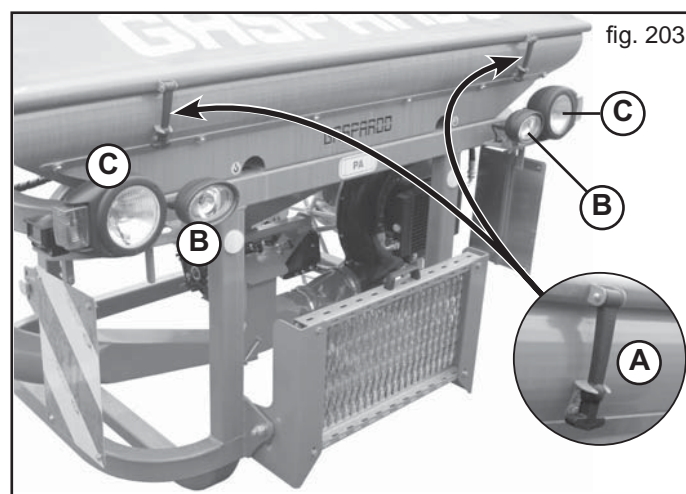

fig. 203
- 7) Effectuer les déplacements sur route avec tous les réservoirs et trémies vides, à une vitesse maximale de 25 km/h. Assurez-vous de la fixation du capôt avec la tringle d'attelage spécifique (A, Fig. 203). Vérifier de temps en temps l'état de la tringle et si nécessaire effectuer la substitution.
- 10) Lorsque les encombrements constitués par des équipements conduits ou semiconduits cachent la visibilité des dispositifs de signalisation et d'éclairage du tracteur, ceux-ci doivent être reproduits de façon adéquate sur les équipements, en respectant les normes du code de la route du pays en question. S'assurer que l'installation des phares fonctionne parfaitement lors de l'utilisation. Les déplacements routiers doivent être effectués avec l'éclairage (B, Fig. 203). Spenti. Régler l'inclinaison des feux (C, Fig. 203) dans le respect du code de la route de votre pays.